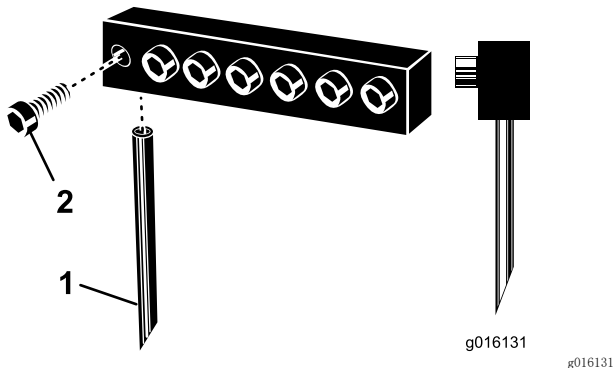

图30
- 旋松夹紧螺栓，然后拆下之前使用的打孔针（图 30）。
注意： 空心打孔针的放置应使排出槽朝向后面，而实心打孔针则应使针尖角度朝向机器（图30）。